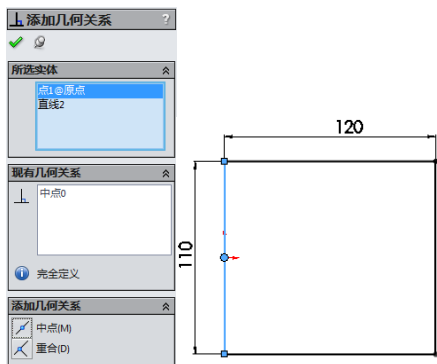

图 9-14 添加几何关系
②单击“尺寸/几何关系”工具栏中的“添加几何关系”按钮，或执行“工具”→“几何关系”→“添加几何关系”菜单命令。在弹出的“添加几何关系”属性管理器中，单击选择矩形的竖直边和坐标原点，选择“中点”选项，然后单击“确定”按钮，添加“中点”约束，如图 9-14 所示。